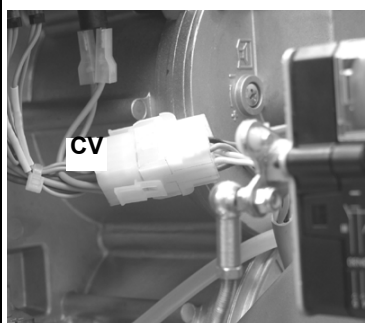

Fig. 37
- 4 scollegare il connettore **CV**, vedi Fig. 37;